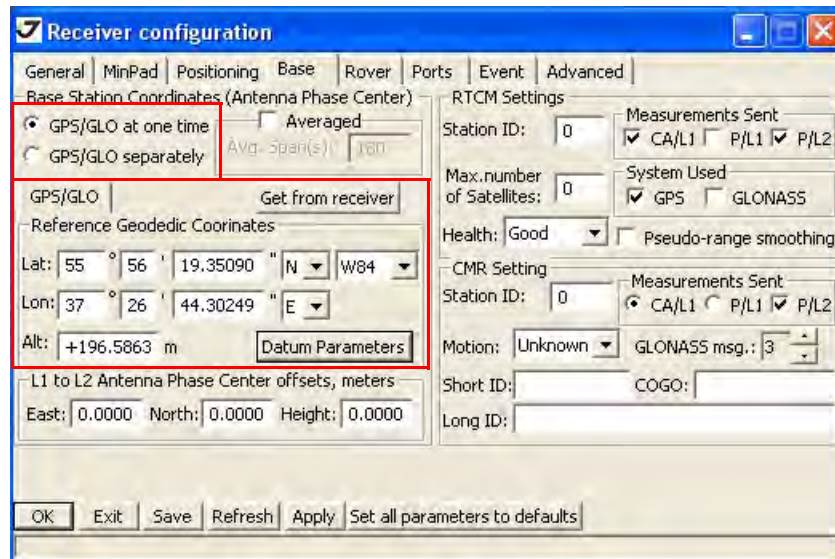

Рисунок 3-17. Закладка *Base*
- Для базового приемника (базы) откройте закладку *Base* и настройте следующие параметры (Рисунок 3-17 на стр. 57), затем нажмите *Apply*.